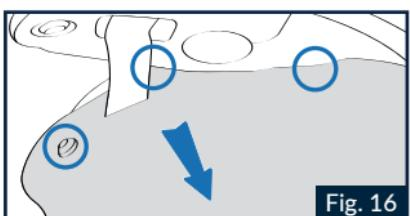

Fig. 16
ziehen, um die drei Knöpfe auf deren Rückseite zu öffnen (Abb. 16).
6.2 Den Kinnriemen in die entsprechende Führung an der Wangenpolsterung einsetzen und an den hinteren Befestigungsknöpfen an der Rückseite andrücken, um sie an den vorgesehenen Stellen an der Polystyrol-Wangenpolsterung zu befestigen (Abb.16).